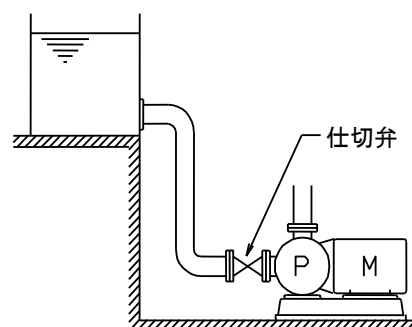

図 5
- (10) 流し込みや押込み方式の場合は、吸込管に仕切弁を取付けてください(図 5)。仕切弁がないと、ポンプの点検や修理のとき、タンクおよび配管の水を全部抜かなければなりません。